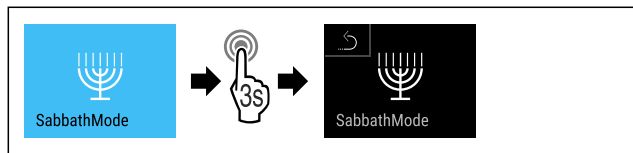

Fig. 13
- ▶ Genomför stegen (se Fig. 13).